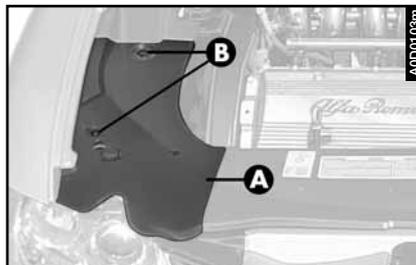

fig. 12
Per accedere al tappo del bocchettone di riempimento del serbatoio lavacrystallo/lavafari, rimuovere la copertura (A-fig. 12) dopo aver ruotato i perni (B).